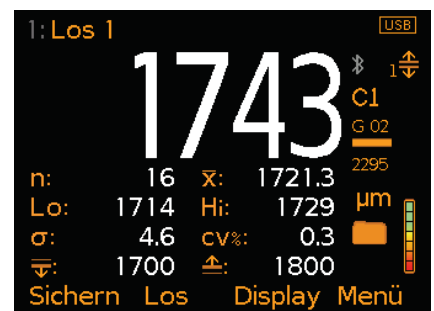

Bild 7: Ausgewählte Statistik und Messwerte (Modell T)
- **Ausgewählte Statistik - Modell T (Bild 7):** Bis zu 8 Statistikwerte können angezeigt werden, wie vom Benutzer über Display/Statistik/Statistik Auswählen definiert. Verfügbare Optionen: